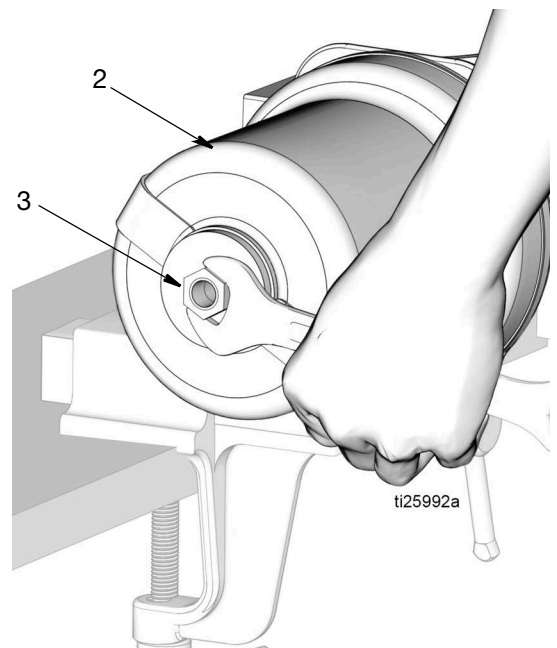

FIG. 15
12. Quite la tuerca de tope de pistón (3) de la parte superior del cilindro de aire (2) (FIG. 15).